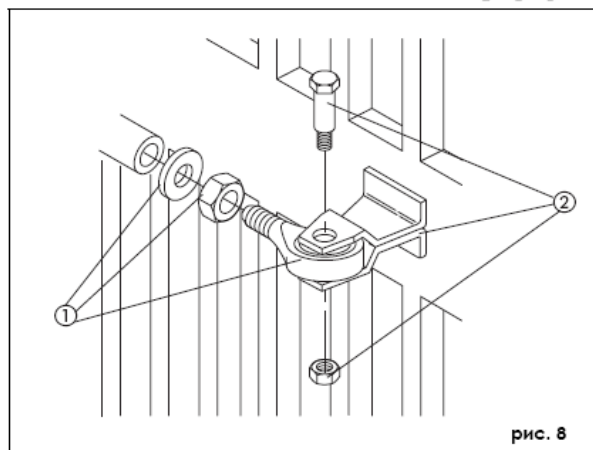

рис. 8
- 3) Вкрутите наполовину винт переднего кронштейна в шток поршня (рис. 8, поз. 1) и зафиксируйте с помощью прилагаемой контргайки.
- 7) Прикрепите передний кронштейн к штоку (рис. 8, поз. 2).
- 11) Полностью приварите передний кронштейн к створке ворот. При проведении сварочных работ временно отсоедините привод от кронштейна для предотвращения повреждения продуктами сварки (рис. 8).